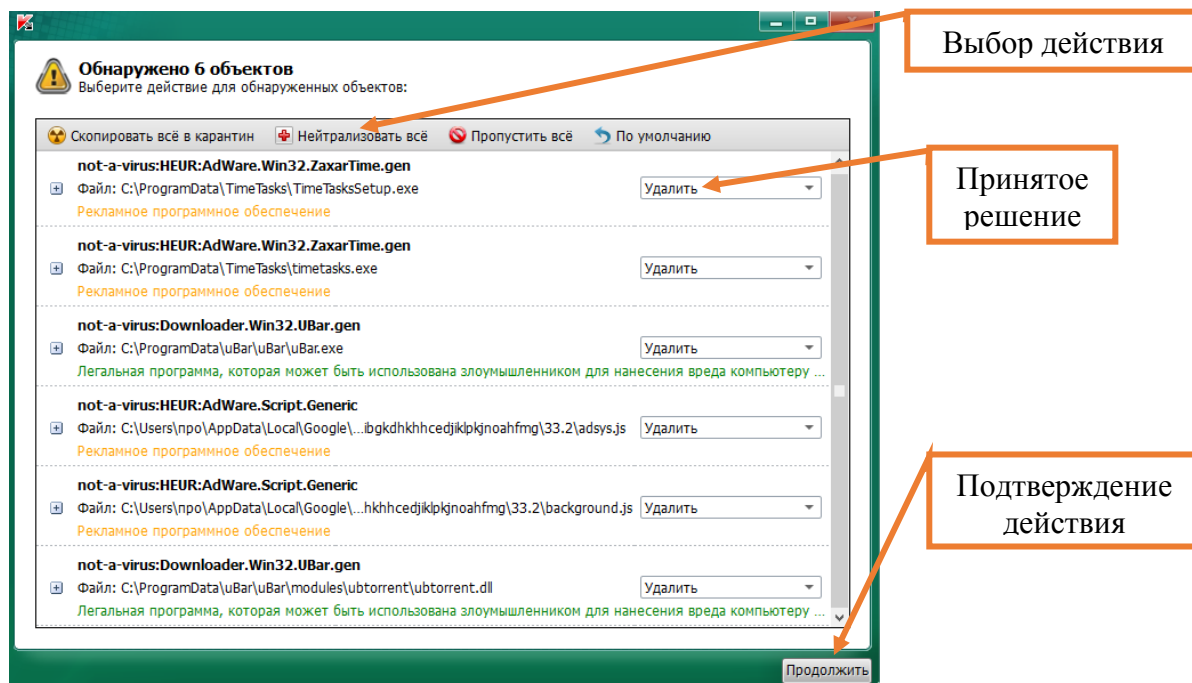

Рисунок 5. Удаление объектов.
7.1.9. Нажать на значок «Нейтрализовать все», после чего напротив каждого выбранного объекта появится надпись «удалить». Нажать на значок «Продолжить» и все выбранные объекты будут удалены (Рисунок 5).